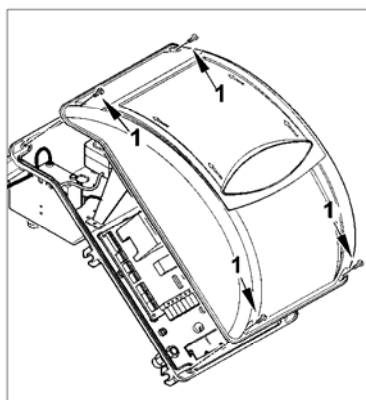

Рис. 1
- 1) Снимите крышку, отвинтив 4 винта 1 (см. рис. 1), не снимая при этом прозрачный щиток. Таким образом, вы получите доступ к электрической панели горелки.
Открутите два винта 2 и поверните горелку с помощью шарнира относительно шплинта 1 (см. рис. 1).